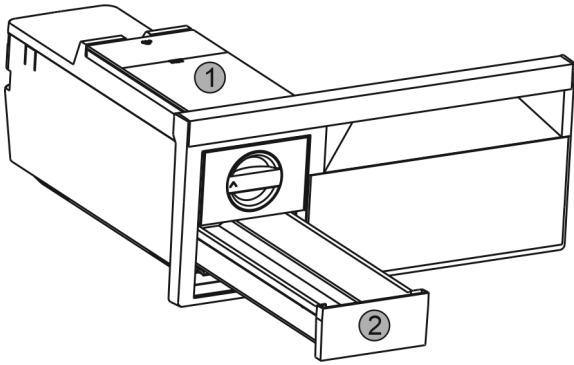

Fig. 41
- ▶ Wassertank Fig. 41 (1) und Eiswürfel-Schubfach Fig. 41 (2) entnehmen.